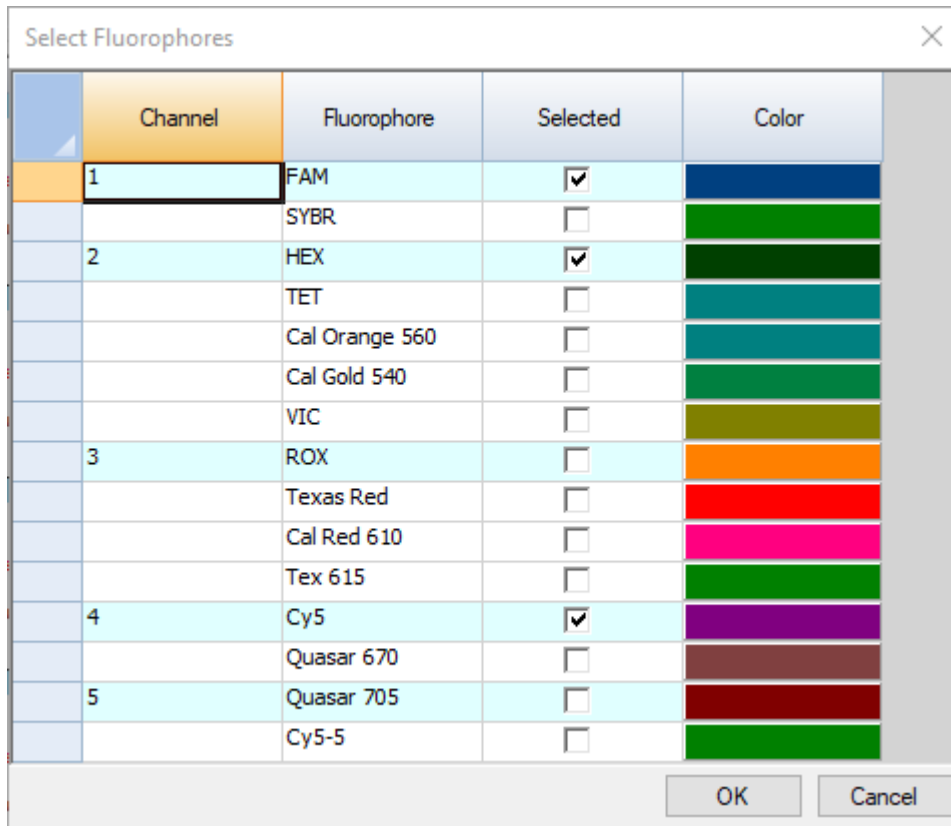

Figura 14 Selezioni di fluorofori nella finestra di dialogo CFX Maestro Select Fluorophores
- 18 Nella finestra di dialogo, contrassegnare le caselle di controllo per i fluorofori **FAM, HEX e Cy5**. Deselezionare le caselle di controllo per tutti gli altri fluorofori. Fare riferimento alla **Figura 14**.